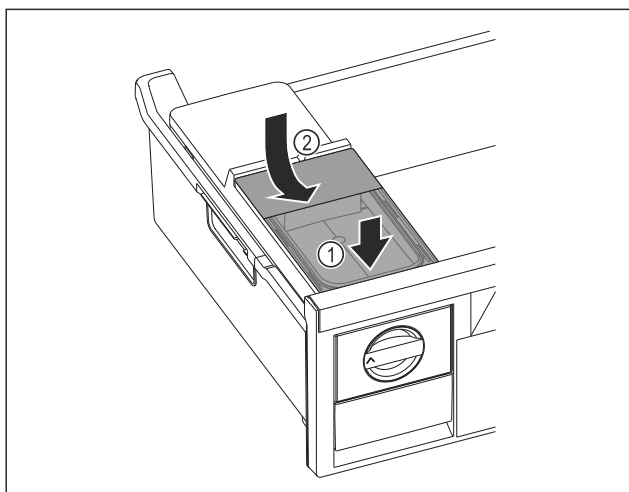

Fig. 122
- Sett fast fronten på vannbeholderen. Fig. 122 (1)
- Senk vannbeholderens bakdel. Fig. 122 (2)